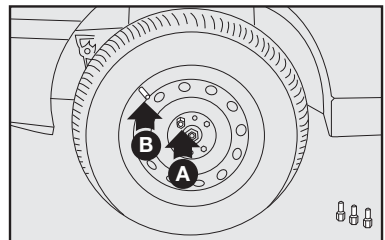

fig. 20
7) Atarraxar apenas um dos parafusos **A-fig. 20**, em correspondência com a válvula de enchimento **B**;